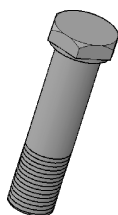

图 12-36 六角头螺栓
绘制如图 12-36 所示的六角头螺栓。
- (13) 选择菜单栏中的“视图”→“视觉样式”→“概念”命令，最终效果如图12-36所示。